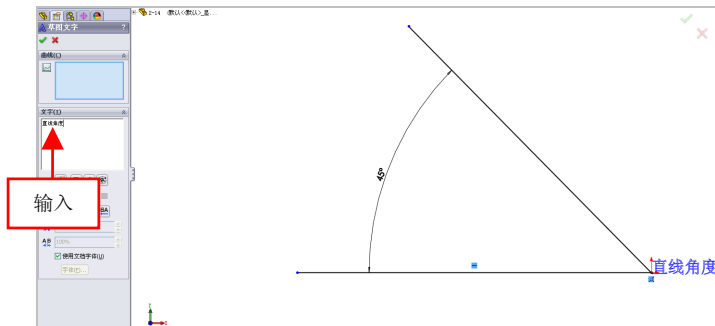

图 2-16 输入相应文字
(3) 选择下方直线，进入草图绘制环境，在【文字】选项区中输入【直线角度】，如图 2-16 所示。